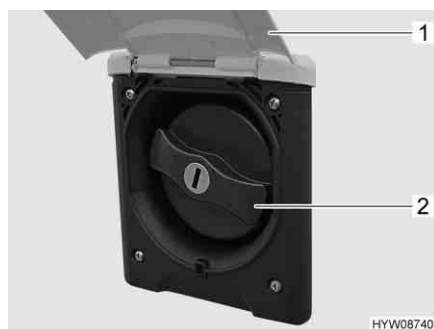

Fig. 112 Coperchio per bocchettone di riempimento dell'acqua potabile
- Sollevare lo sportello esterno (Fig. 112,1).
- Ruotare il coperchio blu (Fig. 112,2) di un quarto di giro.